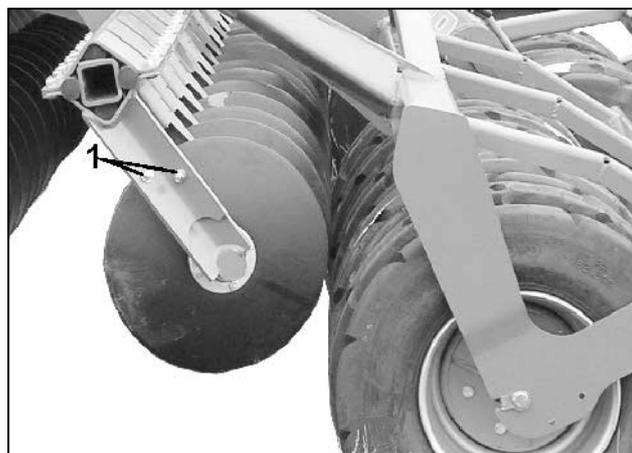

Рис. 36
- Открутите резьбовые соединения (Рис. 36/1).